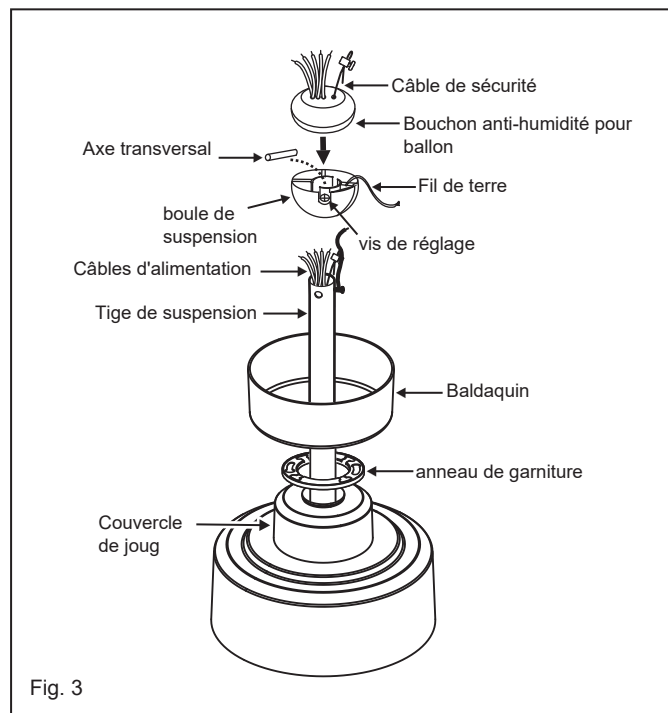

Fig. 3
- 6 Faites glisser le cache de l'étrier, la bague de finition et le carénage sur la tige de suspension (Fig. 3).
- 8 Faites passer les fils dans les trous du capuchon anti-humidité en caoutchouc de la rotule et faites glisser ce capuchon sur la rotule (Fig. 3).
- 1 Retirez la plaque murale existante et l'ancien interrupteur de la boîte de prise murale. (Fig. 3)